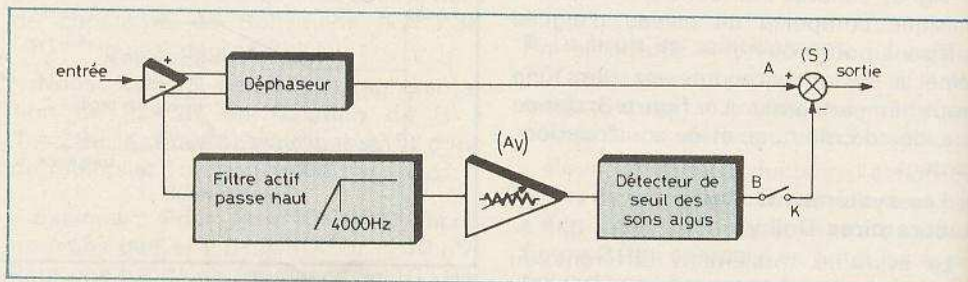

Fig. 7. – Le système « DNL » ; lui n'agira qu'à la lecture, il pourra en conséquence s'intercaler entre le magnétophone et l'amplificateur.
blement représentées dans le message sonore. En effet, comme le montre la **figure 7** donnant le synoptique du montage, lorsque l'interrupteur K est fermé, les tensions A et B sont en opposition de phase, ce qui a pour effet pratique de les annuler après le sommateur (S), mais ceci seulement pour les fréquences supérieures à 4 000 Hz, grâce au filtre passe-haut. On trouve ensuite un amplificateur à gain réglable (AV) puis un détecteur de seuil. Sur l'autre branche, nous trouvons simplement un déphaseur. Considérons bien le fonctionnement de ce montage :